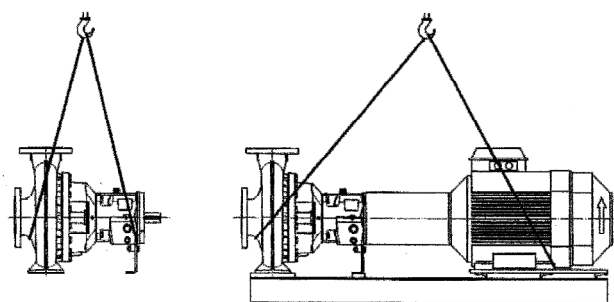

fig. 2
- La bomba/unidad de bombeo se debe elevar desde puntos sólidos tales como la envuelta, las bridas o el armazón. La fig. 2 muestra el método correcto de sujeción con grúa.